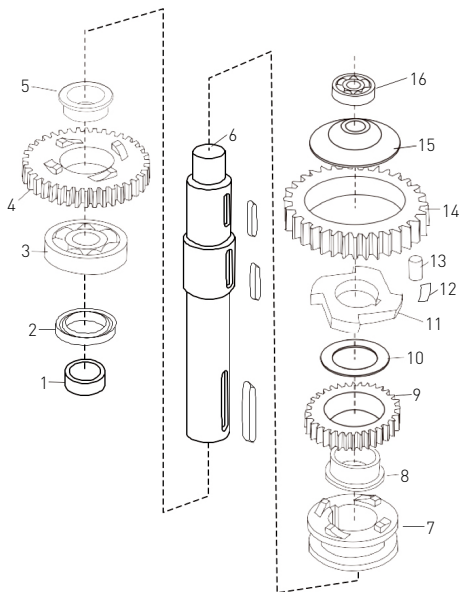

Figura 2: Ansamblul axului
- Ansamblul axului (Figura 2);